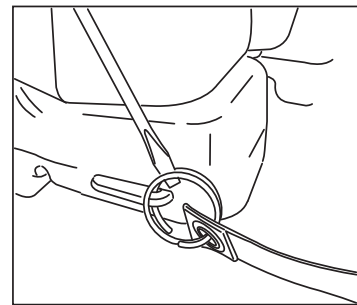

Figure 4.
4. Utilisez un tournevis à lame plate pour écarter les anneaux à l'extrémité des bandoulières. Insérez les anneaux dans les trous des languettes de la base du réservoir. Tournez l'anneau jusqu'à ce qu'elle traverse complètement les trous. Assurez-vous que les sangles ne soient pas tordues. **Voir la figure 4.**